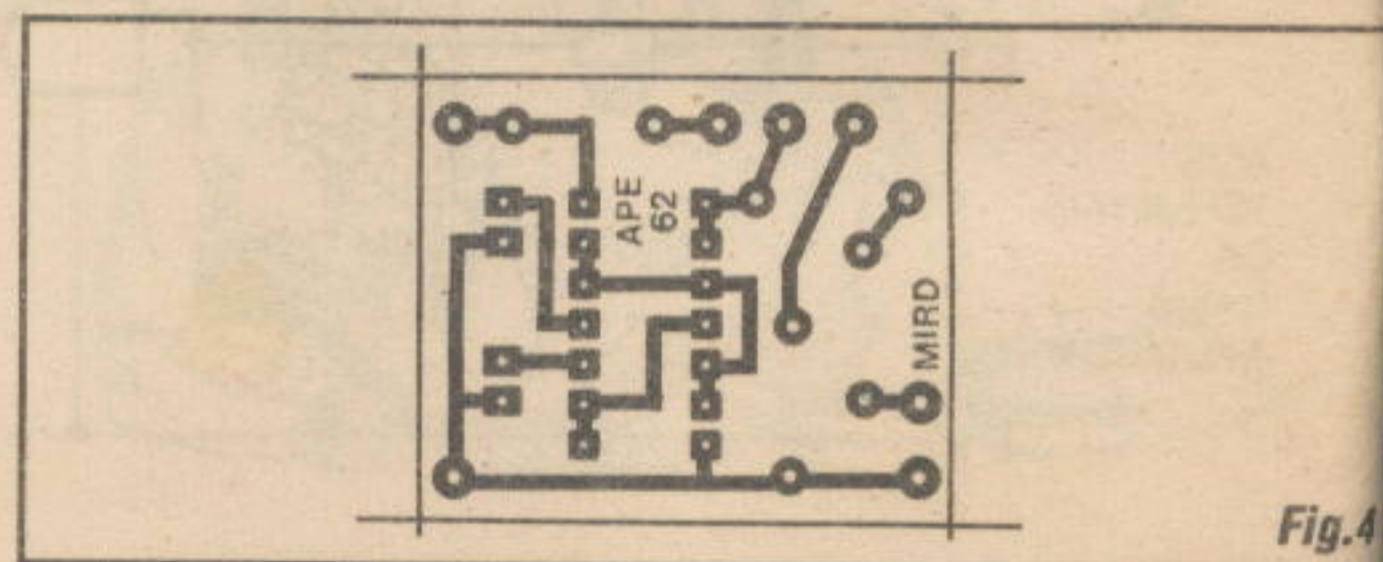

Fig.4
- FIG. 4 - CHAPEADO DA MONTAGEM - Lado não cobreado do impresso, com os principais componentes já devidamente assentados, identificados pelos seus códigos, valores, etc. Notar a posição do integrado, com sua extremidade marcada voltada para a borda da plaquinha onde situam-se as ilhas periféricas P-P-P... Cuidado para não inverter localizações de resistores, em função dos seus valores... Surgindo qualquer dúvida, consultar as INSTRUÇÕES GERAIS PARA AS MONTAGENS e/ou o TABELÃO APE, que trazem uma *renca* de informações, dicas, e subsídios práticos para a fase de realização do impresso, inserção e soldagem dos componentes, etc. Finalizando o presente passo, verificar pelo lado cobreado, se todas as soldinhas ficaram bonitas e certas, sem sobras, sem faltas... Podem, então, ser cortados os excessos dos terminais...